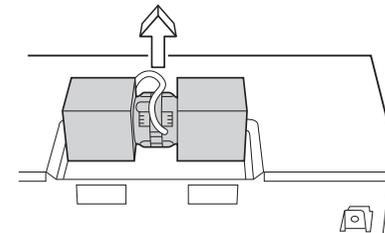

Figure 13
- Soulevez le ventilateur de la hotte avec précaution et faites glisser les fils hors de la cavité. Voir la figure 13.